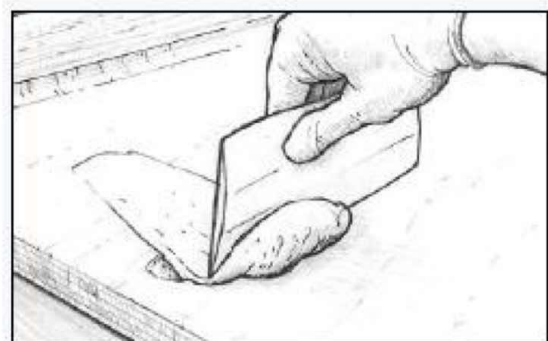

Рисунок 8-15. С помощью шпателя нанесите выравнивающий состав, заполняя все неровности.
4. Нанесите загущённую эпоксидную смолу на пропитанную поверхность с помощью пластикового шпателя, заполняя все неровности. Разровняйте материал так, как нужно, оставляя объём смеси немного выше уровня поверхности (Рисунок 8-15). Удалите излишки загущенной смолы до того, как она застынет. Если глубина неровностей более 12 мм, наносите смесь в несколько этапов, или используйте отвердитель 206 или 209, в зависимости от температуры окружающей среды.